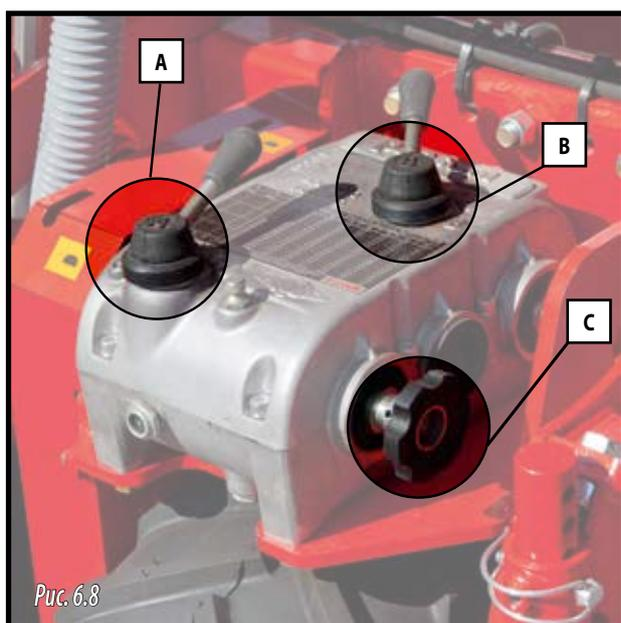

Рис. 6.8
- 2- Рукоятку «А» повернуть в нужное положение (рис. 6.8), повернуть маховичок вперед (С, рис. 6.8) до включения нужной передачи. Также для этого можно ногой крутить вперед ведущее колесо. Повторить эти действия для рукоятки «В».